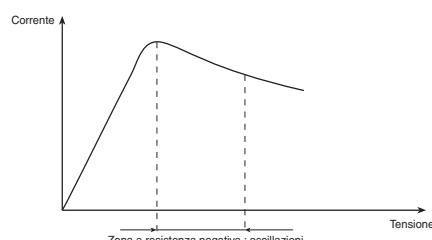

Figura 3-1
- Tracciare la caratteristica «Corrente - Tensione» del diodo ad effetto GUNN e paragonarla a quella della figura 3-1.